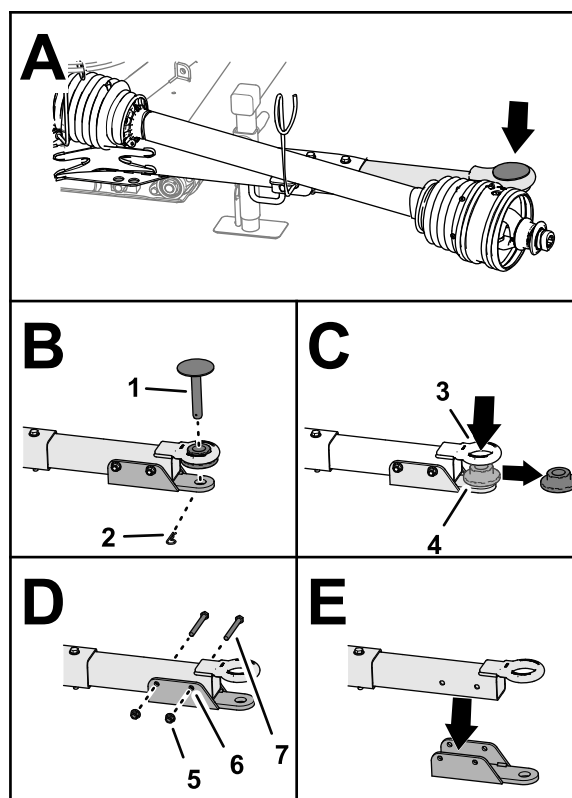

Figura 7
1. Retire o perno de gancho que prende o pino de engate à barra de reboque e retire o pino de engate (Figura 7).
- Retire o casquilho da flange do olho do pintle (Figura 7).
- Retire as 2 porcas de bloqueio flangeadas e os 2 parafusos que prendem o suporte do passador de forquilha à barra de reboque e retire o suporte do passador de forquilha (Figura 7).